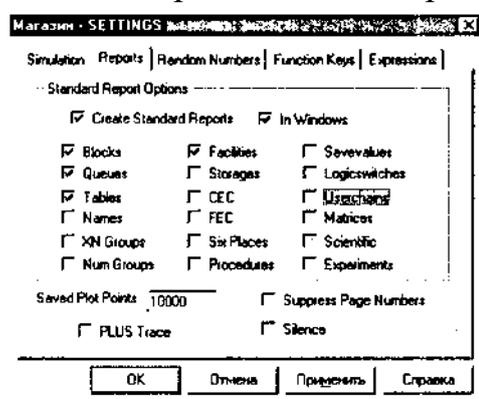

Рисунок 2. Окно SETTINGS с установками для имитационной модели магазина
- щелкните по пункту **Settings** (Установки) выпадающего меню. Появится диалоговое окно **SETTINGS** для данной модели, в котором можно установить нужные выходные данные, которые отмечаются флажком (галочкой). Для нашего примера это может выглядеть так, как представлено на рис. 2.